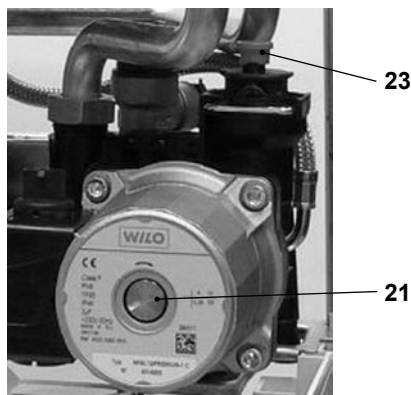

рис. 6.3
- Поднимите колпачок на автоматическом воздухопускном клапане 23 (рис. 6.3).
- Отверните крышку 21 (рис. 6.3) и разблокируйте насос, вращая ротор с помощью отвертки. Во время этой операции выпустите воздух из насоса.